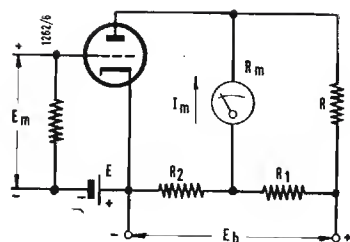

Fig. 1 - Voltmetro elettronico a resistenza di carico anodico e compensazione con resistenza.
1. tubo in cui la resistenza di carico si trova nel circuito anodico, l'equilibratura del ponte si effettua tramite una resistenza (fig. 1).
Il comportamento di questi quattro montaggi è differente per quanto concerne la stabilità, la sensibilità, e la resistenza propria dello strumento di misura, come d'altra parte il calcolo va a dimostrare. Nel primo dispositivo (fig. 1) la corrente che attraversa lo